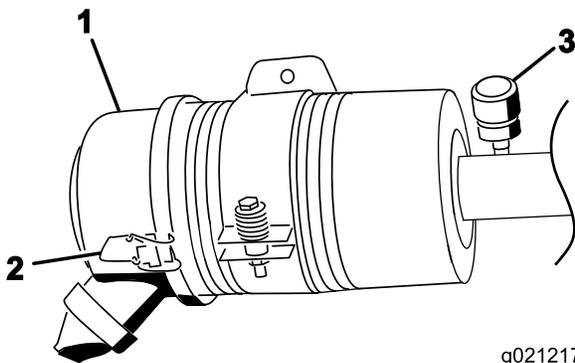

Figure 46
Faites l'entretien du filtre à air uniquement quand l'indicateur de colmatage (Figure 46) indique que cela est nécessaire. Changer le filtre à air prématurément ne fait qu'accroître le risque de contamination du moteur par des impuretés quand le filtre est déposé.
1. Desserrez les fixations qui maintiennent le couvercle sur le boîtier du filtre à air (Figure 46).